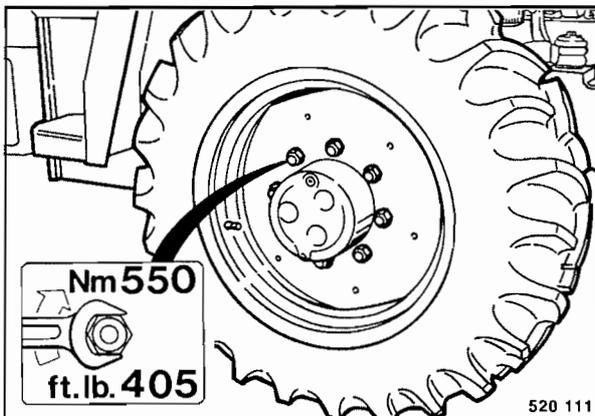

Fig. 114
- Colocar la nueva rueda (Fig. 114), y apretar las tuercas de la rueda en cruz con 550 Nm (405 ft. lb.).